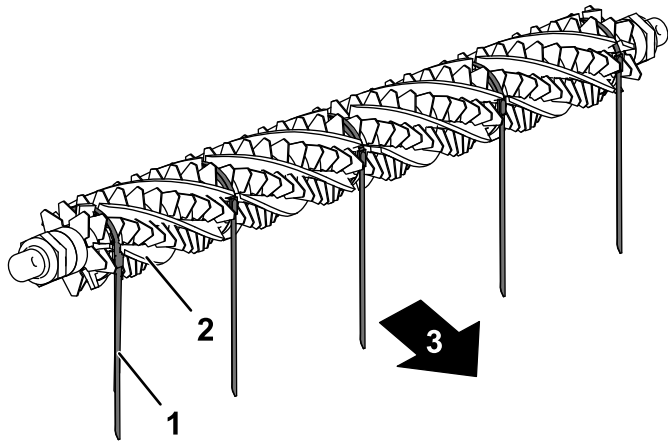

Figura 17
- Desde un lado del molinete del groomer, deslice un cepillo en cada ranura alrededor de toda la longitud del molinete del groomer (Figura 17).
Importante: Debe envolver las cintas alrededor del conjunto de cuchillas y cepillos del groomer en la dirección de rotación principal. La Figura 17 muestra las cintas instaladas para la rotación hacia adelante.